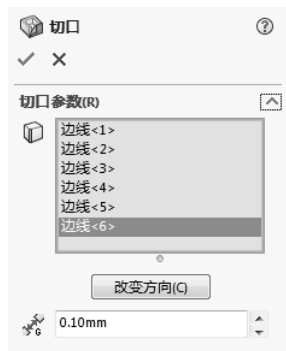

图 10-104 进行切口操作
5) 生成切口特征。选择菜单栏中的“插入”→“钣金”→“切口”命令，或者单击“钣金”控制面板中的（切口）按钮，系统弹出“切口”属性管理器。在“切口缝隙”文本框中输入值“0.1”，单击实体表面的各棱线作为要生成切口的边线，如图 10-104 所示。然后单击✓（确定）按钮，结果如图 10-105 所示。